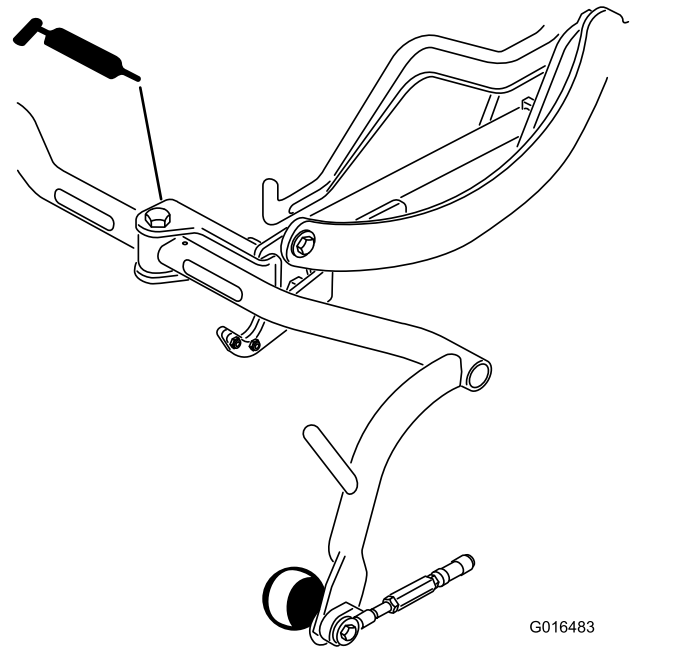

Figura 29
- Pivotare cadru de susinere (3) (Figura 29)